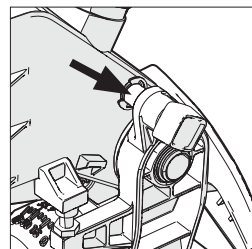

Abb. 16
- Vergewissern Sie sich, dass sich der Schneidkopf in der gesperrten Position befindet. Dabei muss der Verriegelungsbolzen vollständig in seiner Halterung eingerastet sein. (vgl. Abb. 16)
- Vergewissern Sie sich, dass sich der Schneidkopf in der gesperrten Position befindet. Dabei muss der Verriegelungsbolzen vollständig in seiner Halterung eingerastet sein. (**Abb. 16**)
- Ziehen Sie den Rastbolzen (Abb. 16) heraus und lassen Sie den Schneidkopf in seine aufrechte Position fahren.